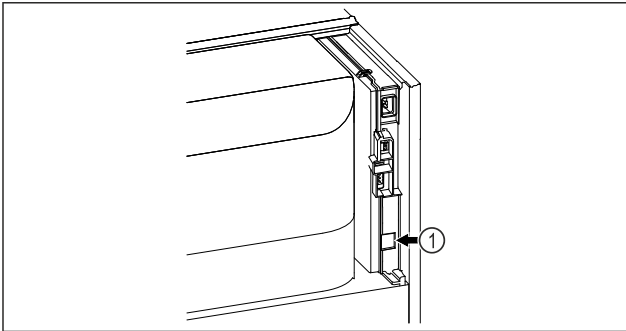

Fig. 73
- Założono SmartModule Fig. 73 (1).